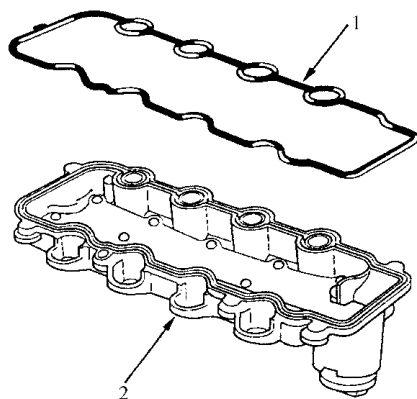

图 2-135 安装缸盖罩垫
2) 如图 2-135 所示，将缸盖罩垫圈安装到缸盖罩的沟槽中。